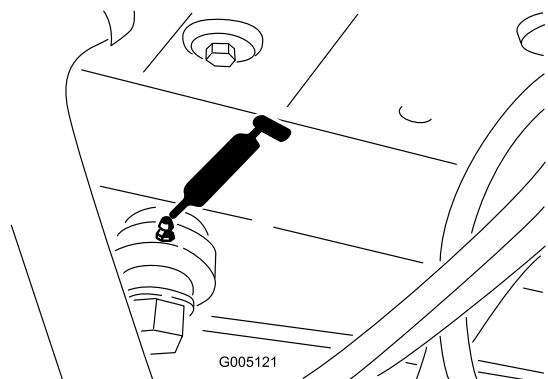

Figure 39
- Extrémité de vérin de direction (Figure 39).